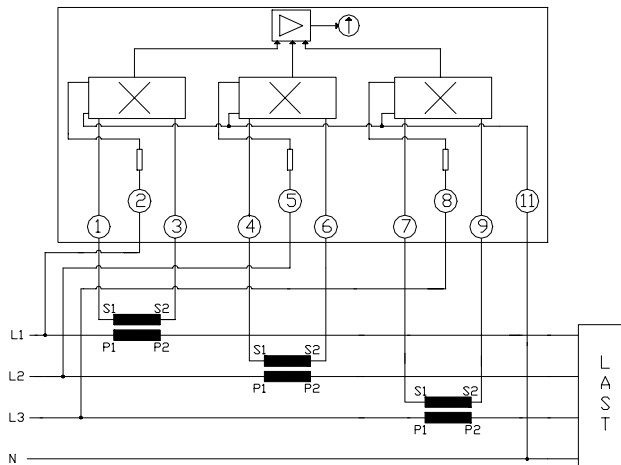

Fig. 3 Kobling av wattmeter type ubalansert WTCAN 400V (TN-nett).
- 5/ Fig. 3 i skjema 97101 viser koblingsskjema for en ubalansert trefasekrets (400 V , TN)